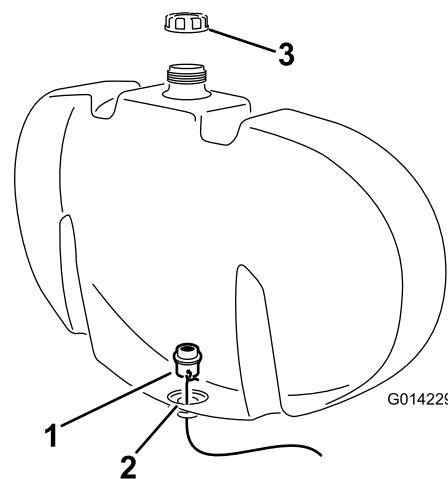

Figura 3
Nota: Utilize o cabo para guiar a união do anteparo para a abertura na parte inferior do depósito de lavagem (Figura 3).
4. Mova a união do anteparo para a sua posição, certificando-se que o anel de retenção encaixa na parede interior do depósito de lavagem (Figura 3).